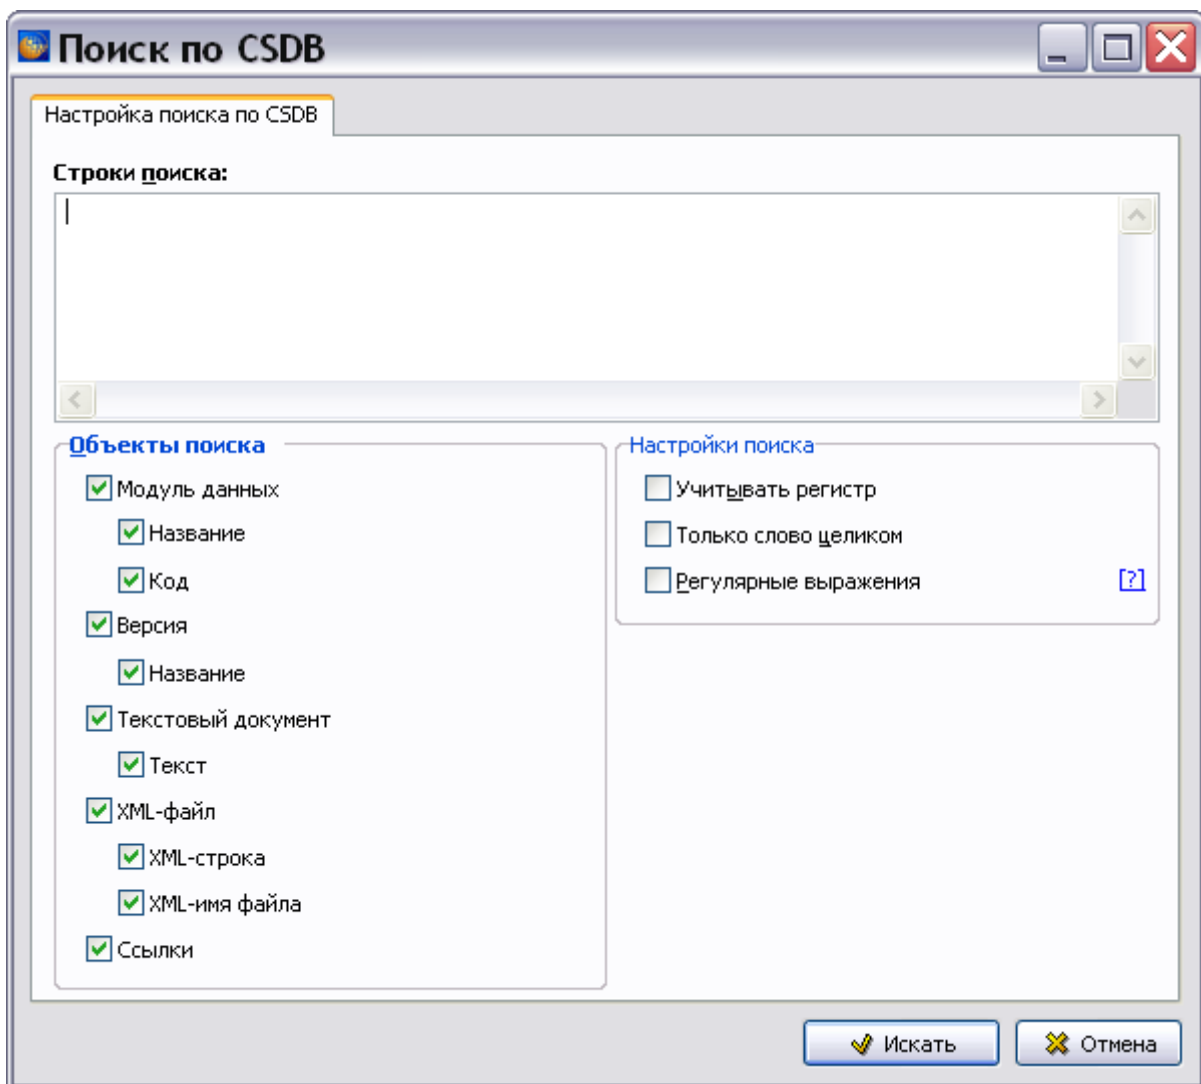

Рис. 21.182
4. В окне **Анализ** нажмите на кнопку **Применить**. После этого появится окно **Поиск по CSDB** (Рис. 21.182).